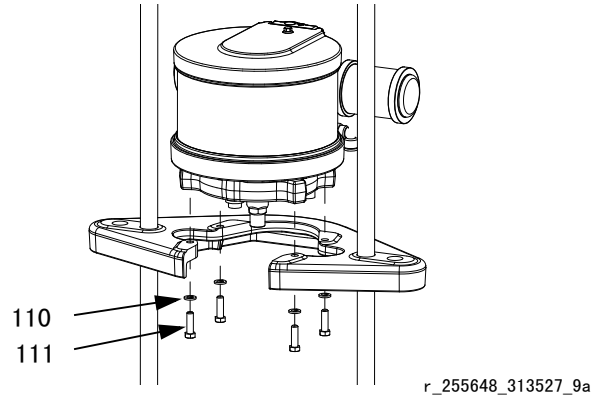

图 25：配有 55 加仑压盘的 NXT 200-1800
- b. 用于配有 55 加仑压盘（D200 3 英寸和 D200s 6.5 英寸供给设备）的 NXT 200-1800：卸下固定马达与安装板的螺丝（111）和垫圈（110）。参见图 25。
2. 用于 NXT200-1800: 用螺丝 (111) 和垫圈 (110) 将马达装在安装支架上。参见图 25 (第 27 页)。
- b. 将空气软管连接到马达。如果使用远程 DataTrak, 将电气接头与空气马达连接。参见图 25 (第 27 页)。
3. 将空气软管连接到马达。如果使用远程 DataTrak，将电气接头与空气马达连接。参见图 25（ 第 27 页 ）。